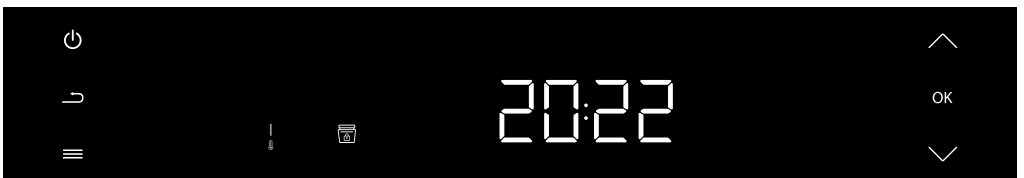

Abbildung 40
**WARNUNG:** Nach Beendigung der pyrolytischen Reinigung bleibt die Backofentür verschlossen, bis die Temperatur im Inneren des Backofens auf einen sicheren Wert gesunken ist. Die Anzeige ist wie in der Abbildung unten dargestellt. (siehe Abbildung 40)